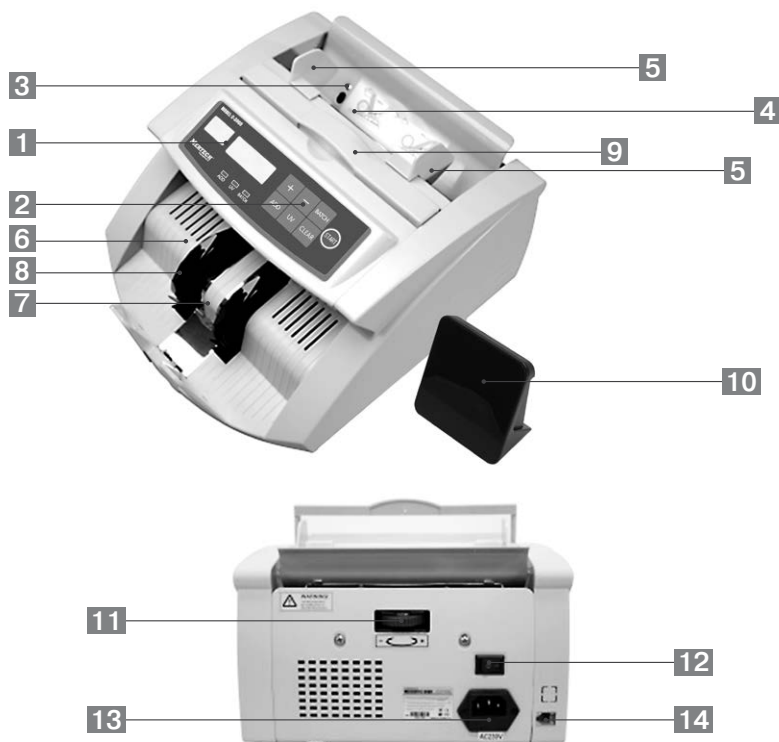

Рисунок 1.
Перед началом работы ознакомьтесь с настоящей инструкцией. Установите счетчик на ровное и устойчивое основание. Подключите кабель питания из комплекта к разъему электропитания (рис.1). Убедитесь, что выключатель питания находится в положении «выкл.» (0). Подключите вилку кабеля в розетку электрической сети с необходимыми параметрами. Переведите выключатель в положение «вкл.» (1). Счетчик начнет самотестирование. После окончания самотестирования счетчик готов к работе. Если в процессе самотестирования будут обнаружены неисправности, на дисплее отобразятся коды ошибок. Приведенные в таблице 2.